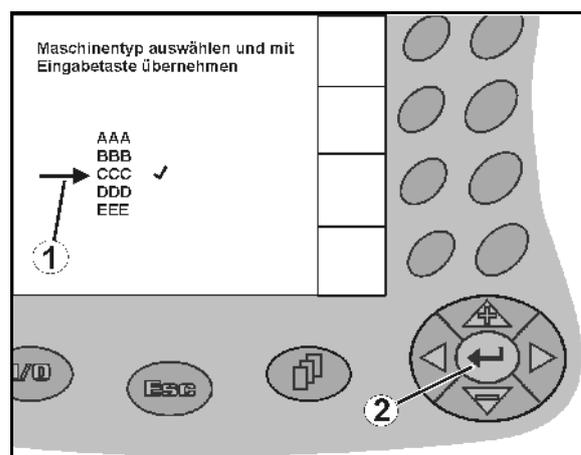

Рис. 14
1.   Позиционируйте указатель в виде стрелки (Рис. 14/1).
2.  Выбранное значение переносится (Рис. 14/2).